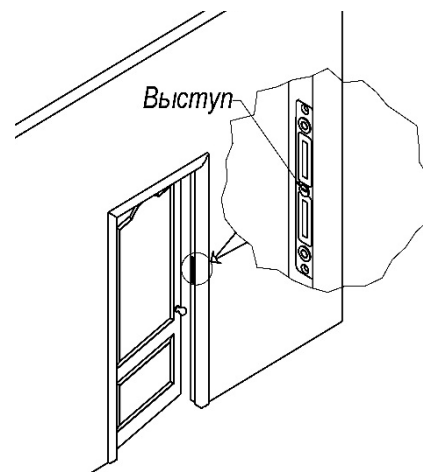
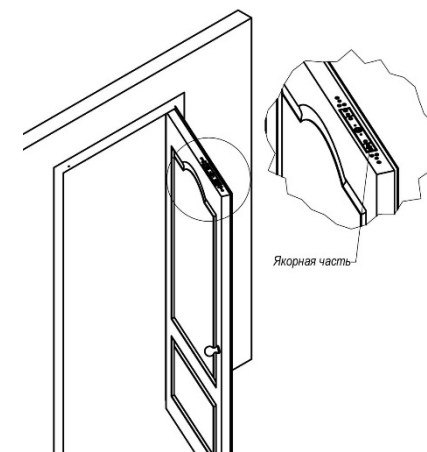

Рис.2
Рис.3
5.1 Корпусная часть вертикального варианта замка AL-700SV при скрытой установке монтируется в среднюю часть дверной коробки (рисунок 2), якорная часть - в дверное полотно. Замок горизонтального варианта исполнения AL-700SH устанавливается в верхней части двери (рисунок 3).